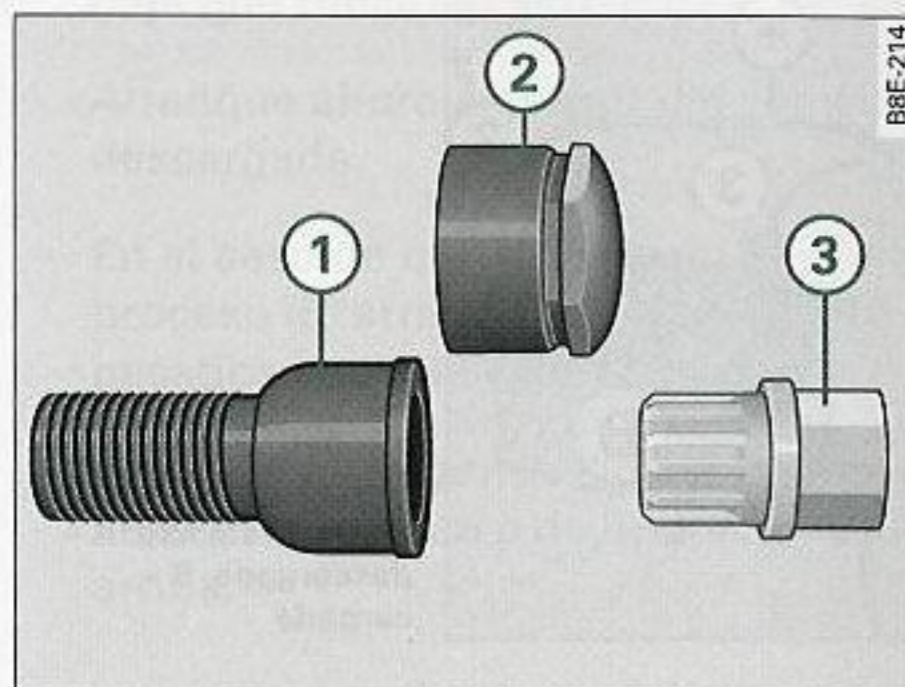

Fig. 258 Tornillo antirrobo de la rueda con caperuza y adaptador
- Extraiga la caperuza de adorno ⁴⁾ ⇒ fig. 258 (2) con la pinza de plástico (herramientas de a bordo).
- Coloque el adaptador (3) hasta el tope en el tornillo antirrobo de la rueda (1).
- Introduzca la llave de rueda hasta el tope en el adaptador (3).